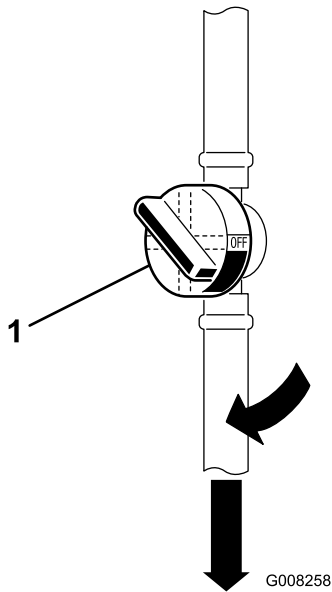

Figura 11
1. Abra la válvula de cierre de combustible que se encuentra entre el depósito de combustible y el motor (Figura 11).